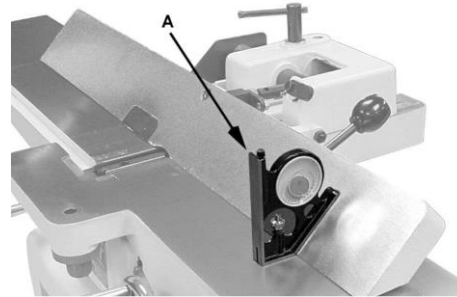

Рис. 27
2. Затяните фиксатор (A)
3. Поместите инструмент для измерения угла на стол и на упор, чтобы проверить правильность настройки угла 135° (А, рис. 27).
4. Чтобы отрегулировать положение, ослабьте стопорную гайку (F), поверните стопорный болт (E) до тех пор, пока угол не составит 135° .
5. Затяните стопорную гайку (F).